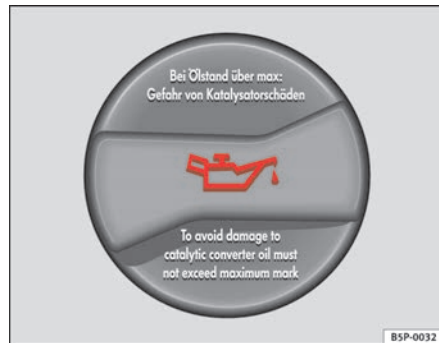

Abb. 140 Deckel der Motoröl-Einfüllöffnung im Motorraum
- Schrauben Sie den Deckel der Motoröl-Einfüllöffnung ab ⇒ Seite 221, Abb. 140.